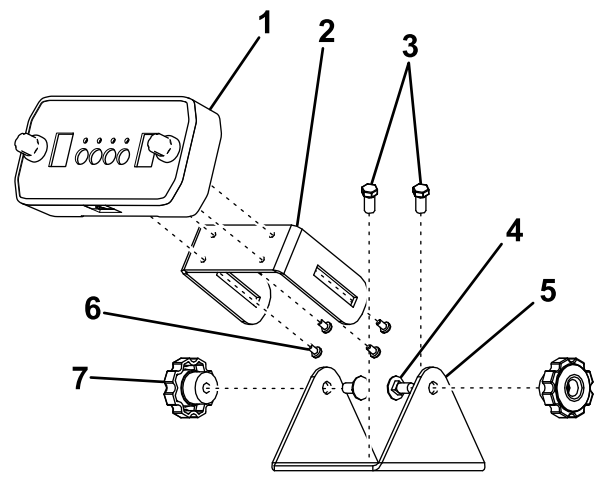

Figura 17
1. Monte el soporte de montaje en el vehículo con 2 cierres autoadherentes o 2 tornillos para chapa (Figura 17).
2. Conecte la pantalla del controlador al soporte deslizante usando 4 tornillos de cabeza redonda (Figura 17).
3. Fije el soporte deslizante al soporte de montaje usando 2 pernos de cuello cuadrado y tuercas moleteadas (Figura 17).